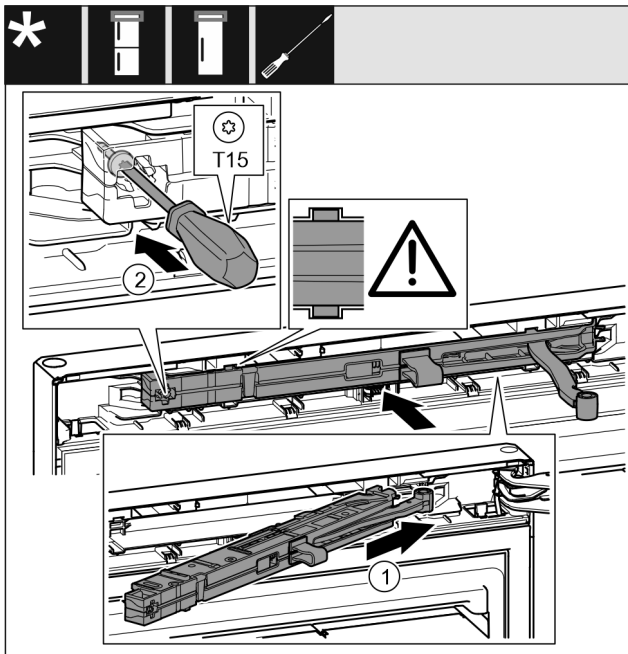

Fig. 65
- Côté support de palier, pousser l'unité d'amortissement de fermeture Fig. 65 (1) jusqu'en butée de biais dans l'évidement.
- Serrer la vis Fig. 65 (2) avec un tournevis.